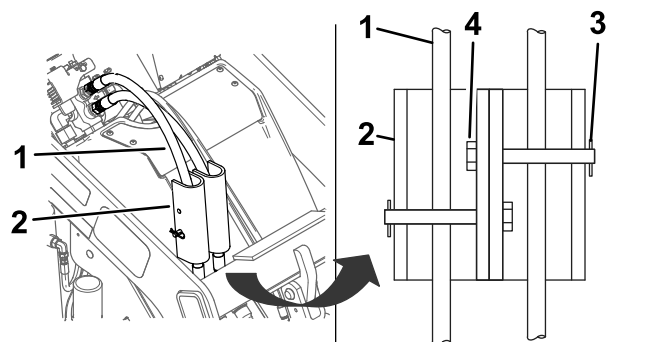

Figura 26
7. Instalează elementele de blocare cilindru peste furtunurile hidraulice și fixați-le cu tifturile cu cap și gaură pentru cui spintecat și cuielile spintecate (Figura 26).